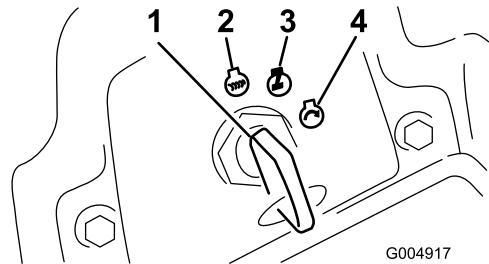

Figure 16
- Tournez la clé dans le sens horaire en contact (Figure 16).
3. Tournez la clé de contact à la position Arrêt (Figure 16). Attendez l'arrêt de toutes les pièces en mouvement avant de quitter la position d'utilisation.